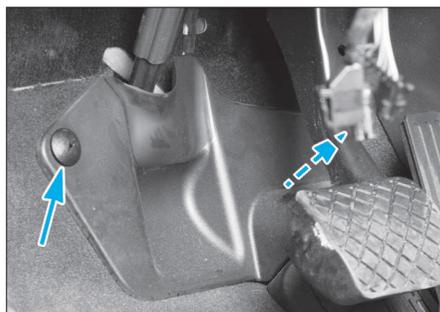

FIG. 2
- Dévisser les écrous plastiques et déposer le revêtement de plancher (Fig.2).
- le revêtement du plancher derrière les pédales (Fig.2).